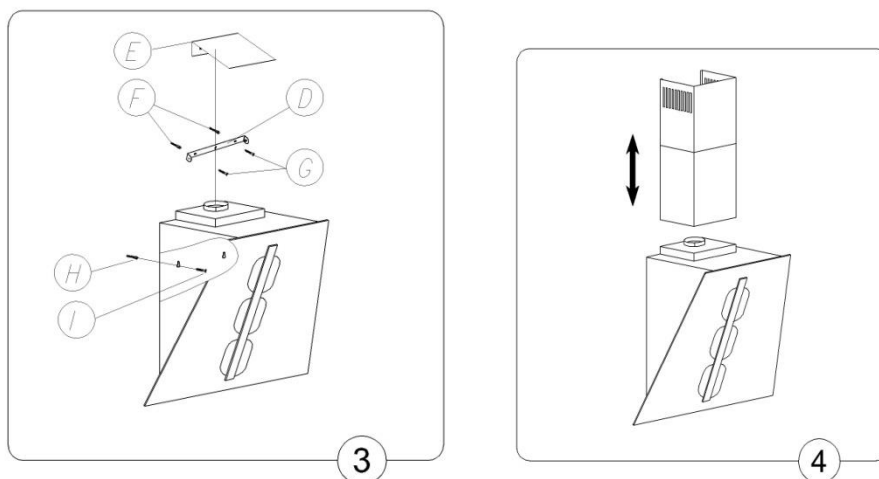

Рис. 3
3. Высверлить в стене отверстия диаметр которых должен соответствовать диаметру монтажных дюбелей, которые необходимо поместить в этих отверстиях (Рис.3 поз. G и H).
- в) Высверлить обозначенные на стене отверстия, используя сверла, диаметр которых соответствует приложенным дюбелям (Рис. 3 поз. G и H), вбить дюбели, а затем вкрутить шурупы,